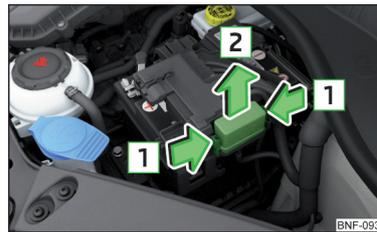

Fig. 169
» fig. 169.
- Presione al mismo tiempo las teclas de enclavamiento de la tapa  » fig. 169.